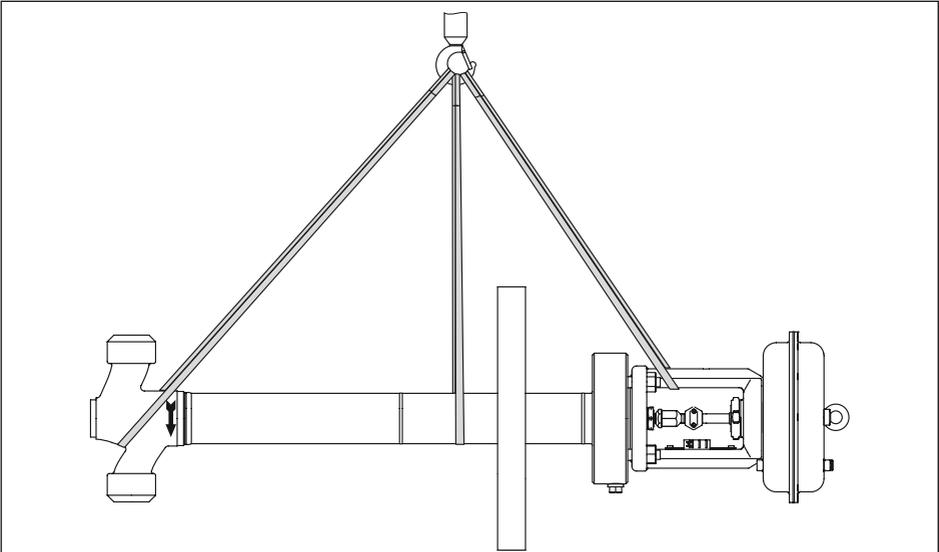

Bild 4-1: Hebepunkte am Stellventil: Horizontales Anheben mit einem Haken
- Als Tragmittel einen Haken mit Sicherheitsverschluss verwenden (vgl. Bild 4-1), damit die Anschlagmittel beim Heben und Transportieren nicht vom Haken rutschen können.
Das horizontale Anheben kann entweder über einen Haken (Bild 4-1) oder über mehrere Haken an einer Traverse (Bild 4-2) erfolgen.
1. Je eine Hebeschlinge am Gehäuse, an der Tieftemperaturverlängerung und am Ventiloberteil oder Joch sowie am Tragmittel (z. B. Haken) des Krans oder Gabelstaplers anschlagen, vgl. Bild 4-1.